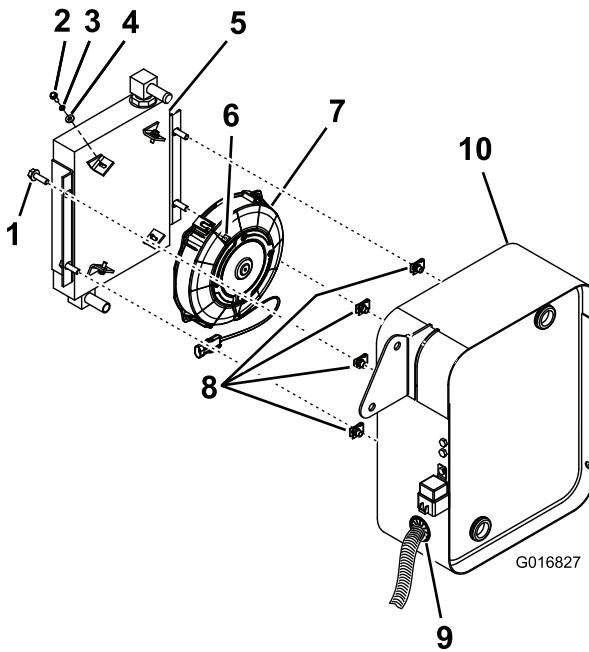

Bild 5
- Wenn der Lüfter und der Ölfilter nicht montiert sind, befestigen Sie den Lüfter mit vier Schrauben, vier Sicherungsmuttern, vier Flachscheiben und vier Vierkantmuttern am Ölfilter, wie in (Bild 5) dargestellt.
2. Schieben Sie die vier Tinnerman-Muttern auf die Ölkipperstütze, wie in Bild 5 dargestellt.
4. Schieben Sie eine Schlauchklemme auf jedes Ende der zwei Schläuche, die durch die Rückseite der Ölkipperstütze herausragt, und stecken Sie zwei (rechtwinkelige) Krümmer in die zwei Schläuche (Bild 5).
6. Befestigen Sie den Lüfter und den Ölkipper mit vier Schrauben (5/16 x 1") durch die Seitenflansche des Ölkipplers und mit vier Tinnerman-Muttern an der Ölkipperstütze (Bild 5).